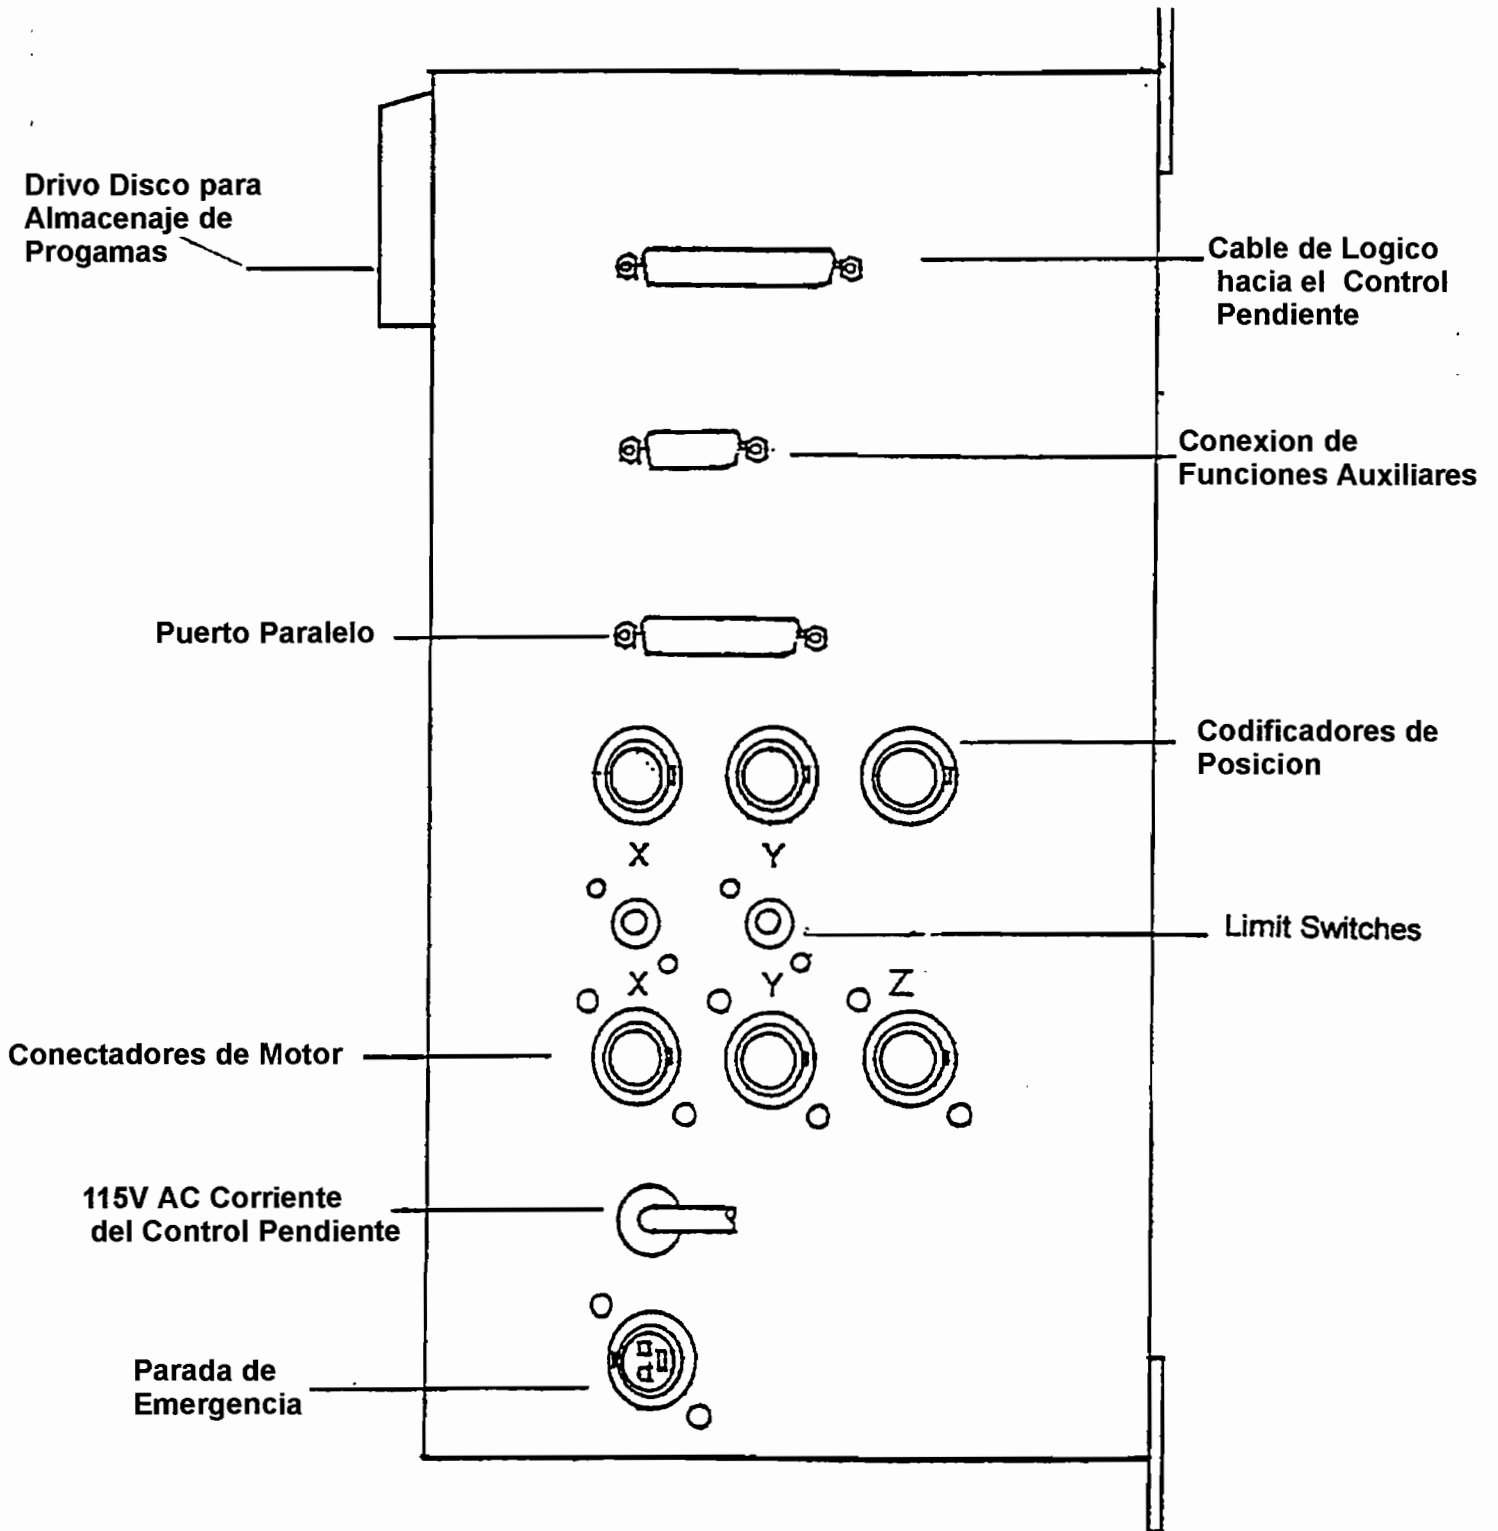

Figura 3
2.5 Gabinete de la Computadora (*Figura 3*)
En el Gabinete de la Computadora encontrará el Sistema TRAK A.G.E. 3. En la Figura 3 podrá ver una descripción de los conectadores.